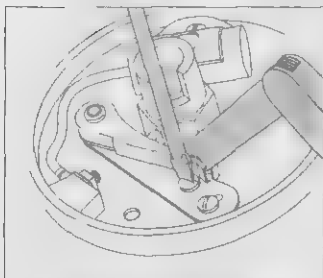
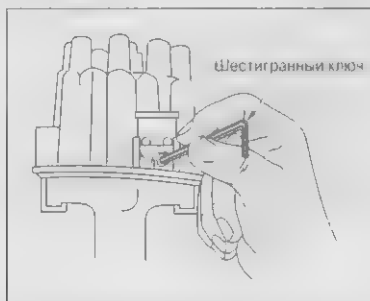

Рис. 12.37 Регулировка контактов прерывателя с винтовой регулировкой
Рис. 12.39 Регулировка контактов прерывателя через регулировочное отверстие
небольшое регулировочное отверстие в крышке распределителя позволяет регулировать контакты, не снимая при этом крышки распределителя. Для того чтобы определить, к какой категории можно отнести конструкцию вашего автомобиля — чтобы выбрать правильные действия по регулировке, посмотрите на рис. 12.37–12.39.
При нащипы регулировочного винта (рис. 12.37) выполняйте следующие действия:
4. Вращайте регулировочный винт (см. рис. 12.37) до тех пор, пока щуп не начнет проходить между контактами, касаясь их.
При наличии регулировочного отверстия выполните следующие действия (см. рис. 12.39).
2. С помощью шестигранного ключа поверните регулировочную гайку, находящуюся в отверстии (см. рис. 12.39).
5. В зависимости от того, снабжен ли ваш распределитель специальным регулировочным отверстием (см. рис. 12.39) или контактами, которые регулируются с помощью регулировочного винта или паза (рис. 12.37 и 12.38 соответственно), необходимо сделать следующее.